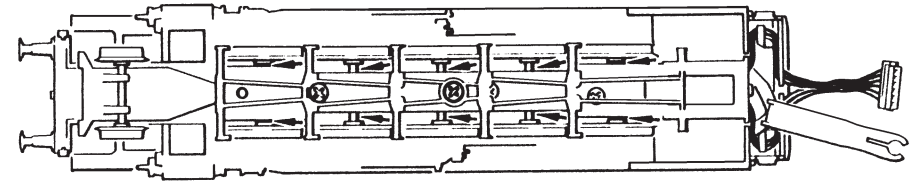
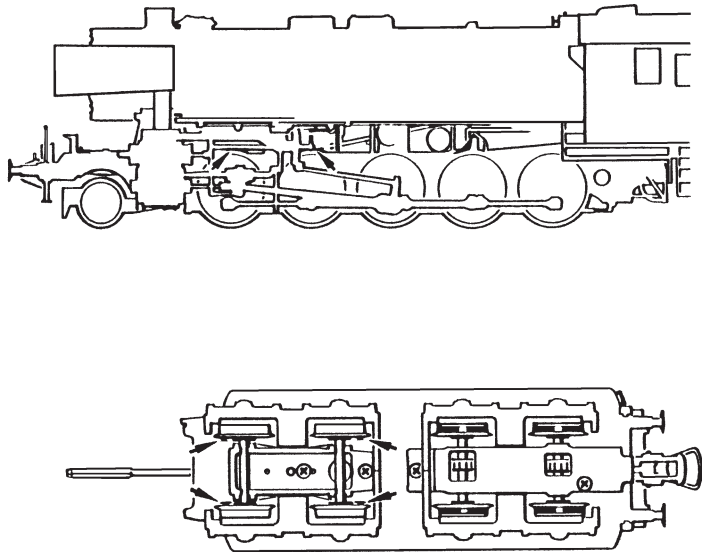

Fig. 11
Fig. 12
1. Reinigung der Radstromkontakte: Radstromkontakte können auf unsauberen Schienen leicht verschmutzen. Entfernen Sie **vorsichtig** mit einem kleinen Pinsel **den Schmutz** an den in Fig. 11 gekennzeichneten Stellen.
4. Haftreifenwechsel: Zuerst die Drehgestellende abnehmen. Danach den **Haftreifen** mit einer Nadel oder einem feinen Schraubendreher abziehen. Beim Aufziehen des neuen Haftreifens bitte darauf achten, dass dieser sich **nicht verdreht** (Fig. 12).
1. Cleaning of wheel contacts: Wheel contacts easily get dirty on tracks which are not entirely clean. Use a small brush to **remove dirt** from spots marked in fig. 11.
4. Change of traction tyre: Remove bogie blind. Take out the **wheel set** and remove the **traction tyre** using a pin or a fine screwdriver (fig. 12). When pressing on the new traction tyre please **avoid twisting it**.
1. Nettoyage des lames de contact aux roues: Les lames de contacts risquent de s'encrasser rapidement sur des voies poussiéreuses. Veuillez **enlever la poussière** aux endroits marqués à la fig. 11 à l'aide d'un petit pinceau souple.
4. Échange des bandages d'adhérence: Démontez d'abord les flancs de bogies (fig. 11). Envelez les bandages d'adhérence à l'aide d'une aiguille ou d'un tourne-vis fin. Lors du montage des nouveaux bandages veuillez veiller à ce que les bandages **ne soient pas tor-dues** (fig. 12).